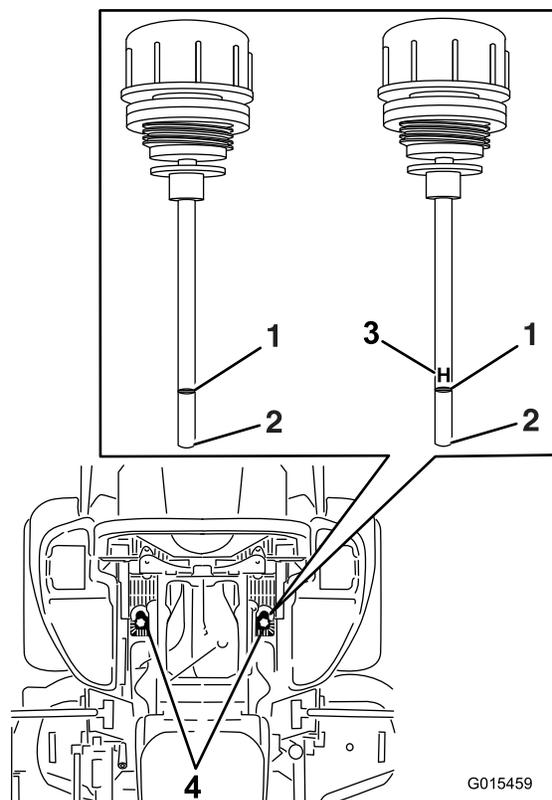

Figura 89
6. Limpie la zona alrededor de las varillas de los depósitos de los sistemas hidráulicos (Figura 89).
7. Retire una varilla del depósito de aceite hidráulico (Figura 89).
9. Retire la varilla e inspeccione el extremo (Figura 89). Si el nivel de aceite está en la marca Add (añadir), vierta lentamente en el depósito hidráulico sólo la cantidad de aceite necesaria para que el nivel llegue hasta la marca de Lleno o **H**.